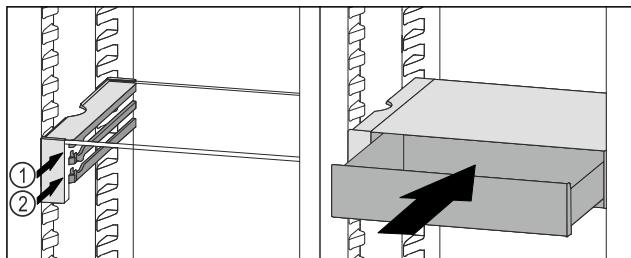

Fig. 106
- Поставете чекмеджето на VarioSafe зад ограничителите върху желаното ребро *Fig. 106 (1)* или *Fig. 106 (2)*.